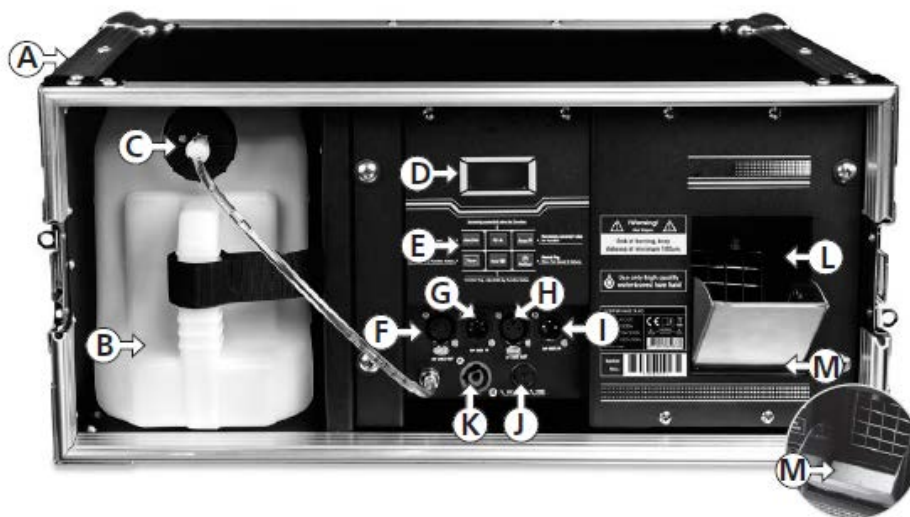

Рисунок 1
4. Подсоедините быстросъемную муфту к крышке бака для жидкости (рисунок 1-С). Проверьте соединение. Используйте только высококачественную жидкость на водной основе.